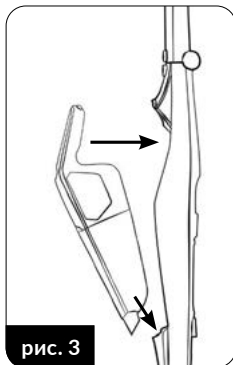

рис. 3
5. Встановіть пилосос (5) в блок ручки (2), як показано на малюнку (рис. 3).
6. Встановіть електрощітку (14) в нижнє гніздо основної ручки. Звертайте увагу на делікатні контакти блоку живлення,